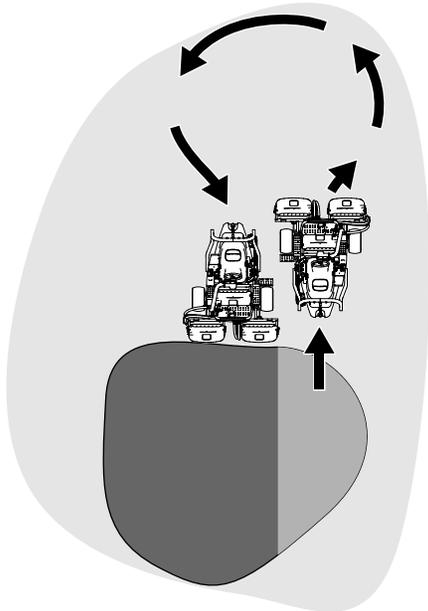

图 24
6. 要缩短下一趟剪草的操作时间并方便剪出直线应轻轻朝相反方向转动机器然后再转向未剪部分。此动作是一个泪滴状的转弯图24可将机器快速对齐进行下一趟剪草。